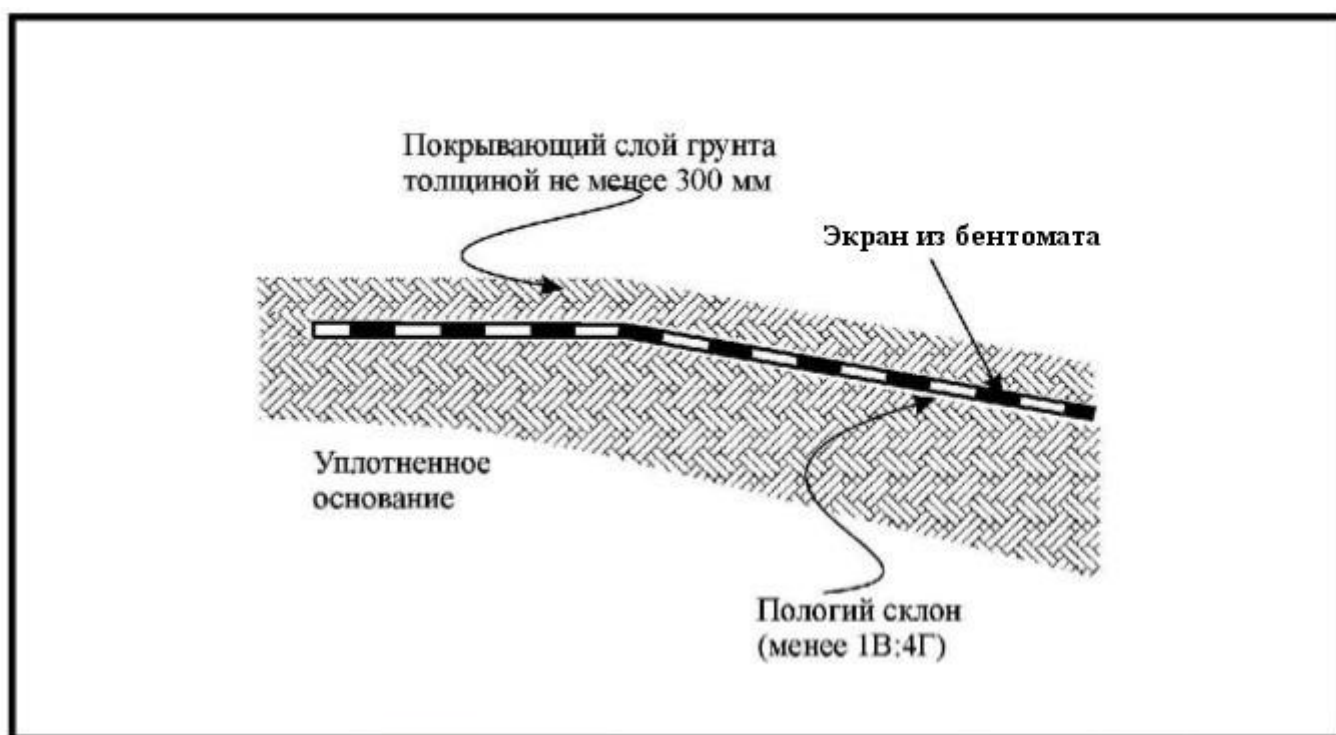

Рис. 1.2. Альтернативный вариант – выпуск края мата на вершину склона.
- 5.4. На пологих склонах (менее 1В:4Г) допускается альтернативный вариант – выпуск края полотна на вершину склона без заведения в анкерную траншею (Рис. 1.2.). Величина выпуска должна быть указана в проекте.